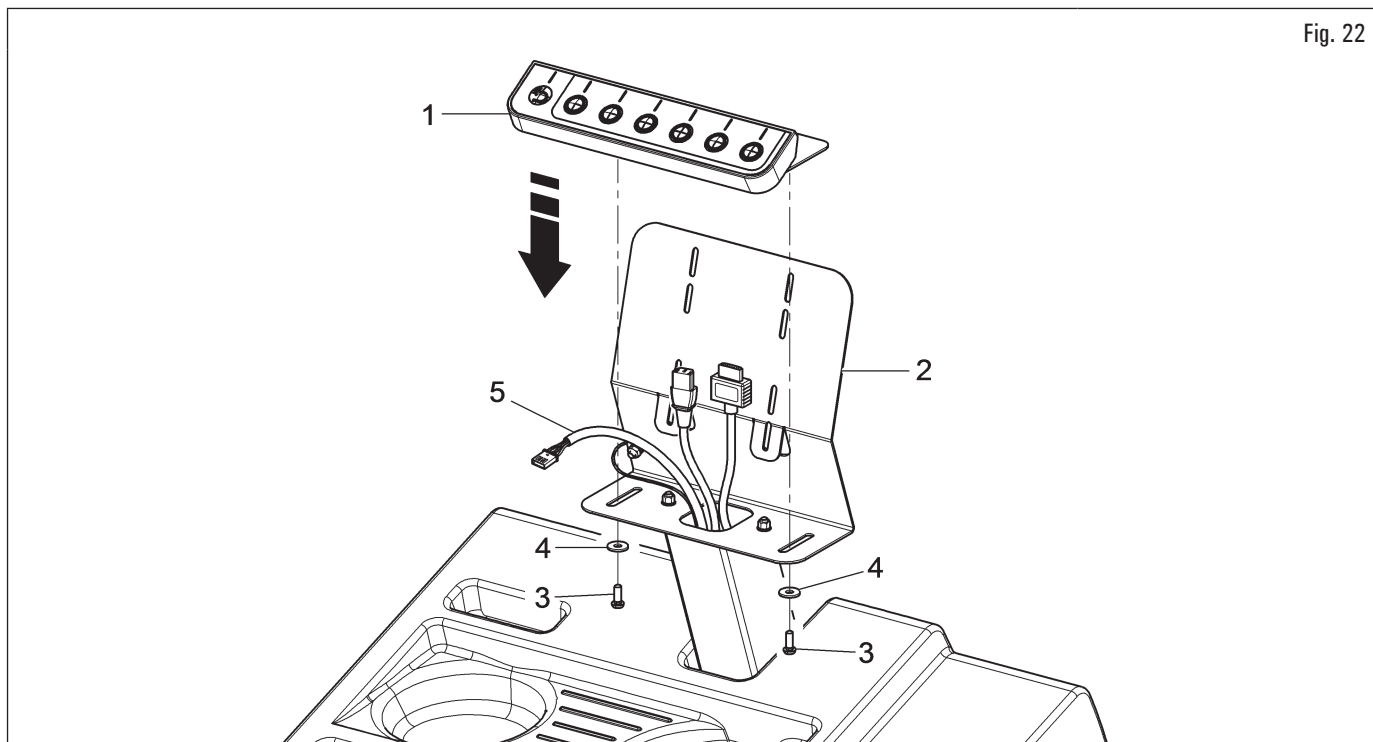

Fig. 22
5. fixez l'ensemble clavier avec support (Fig. 22 réf. 1) à la fixation du moniteur arrière (Fig. 22 réf. 2) avec les vis (Fig. 22 réf. 3) et les rondelles (Fig. 22 réf. 4) fournies. Brancher le câblage du clavier (Fig. 22 réf. 5) ;